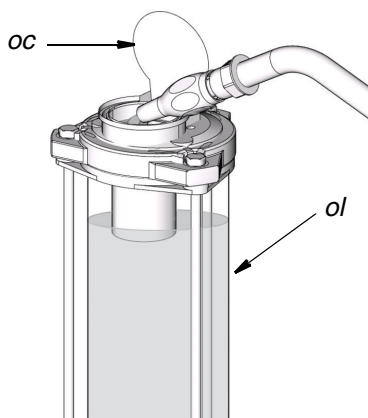

FIG. 5
2. Aggiungere lentamente l'olio (*ol*) fino alla capacità del serbatoio (FIG. 5). Fare attenzione a non riempire il serbatoio troppo in fretta e mantenersi sotto il punto di troppopieno dello stesso.
3. Chiudere il tappo di rimbocco dell'olio (*oc*) per prevenire la contaminazione e la fuoriuscita (FIG. 5).